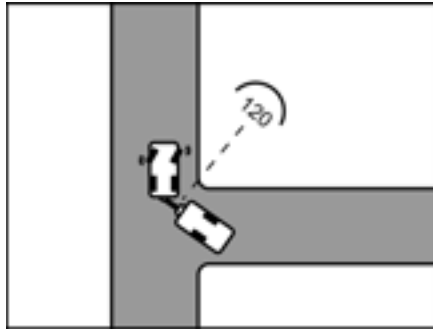

Bild 10 Anfahrt
- Sobald beide Fahrzeuge in einem Winkel von ca. 120° zueinander stehen, anhalten (Bild 10).